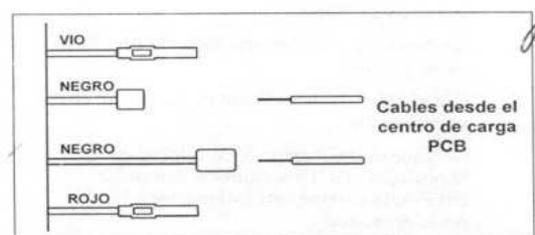

Figura 14. Cabeamento da caldeira Pentair com o AquaLink RS
3. Conecte os cabos desde o centro de carga PCB aos cabos negros da caldeira.(ver Figura 14).